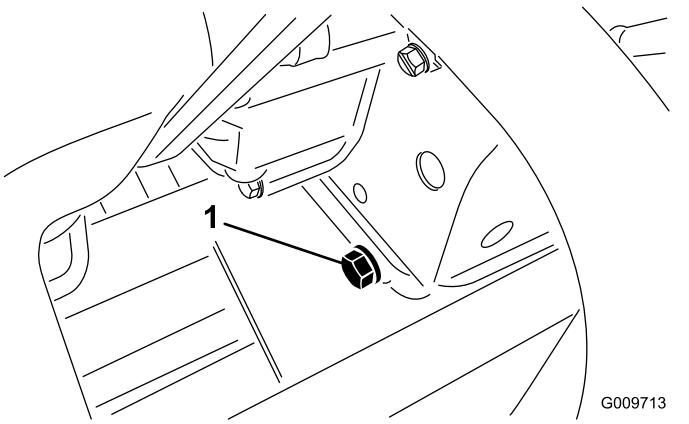

图 52
1. 拆下排油塞 图 52 让油流入放油盘。油不再流时安装排油塞。